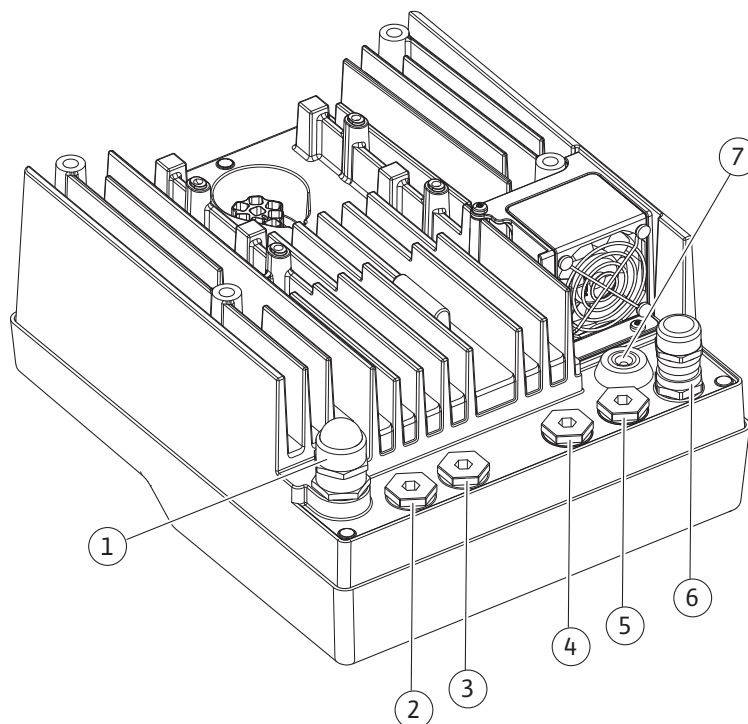

Fig. 10: Presetupe pentru cablu/conexiuni de cablu
- Modul CIF la automatizarea clădirii (comunicare BUS): Ecranarea este racordată prin trecerea de cablu la modulul electronic (Fig. 10).
4. Introduceți cablul de conectare prin presetupa pentru cablu M25 (Fig. 10, poz. 1). Strângeți presetupa pentru cablu la cuplurile de strângere prevăzute.